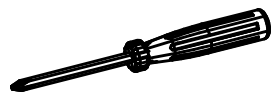

Рис.1
1. Вставьте шканты (12) во все глухие отверстия диаметром 8мм в пласти деталей. В глухие отверстия диаметром 5мм в пласти вверните штоки эксцентриковых стяжек (11). Во все глухие отверстия диаметром 15мм вставьте эксцентрики. Стрелка на эксцентриках должна быть повернута в сторону штока.
2. Соедините Крышку, дно, стойки, заднюю стенку так как показано на рис.1. Правая стойка помечена отверстием диаметром 5мм, на левой стойке метки нет. Затяните по часовой стрелке эксцентрики до упора. Установите регулируемые опоры в отверстия в дне тумбы. Установите полку.